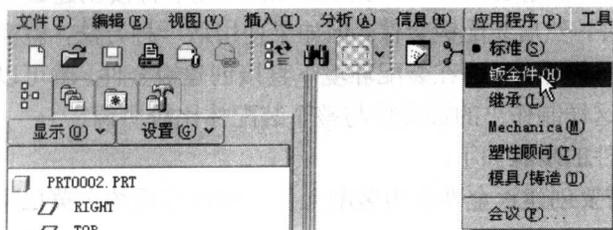

图 1.8 激活钣金设计模式
- (1) 在 Pro/E 中，打开实体零件，此时系统处于实体零件设计模式。
- (2) 在系统主菜单中单击“应用程序”>“钣金件”，如图 1.8 所示。